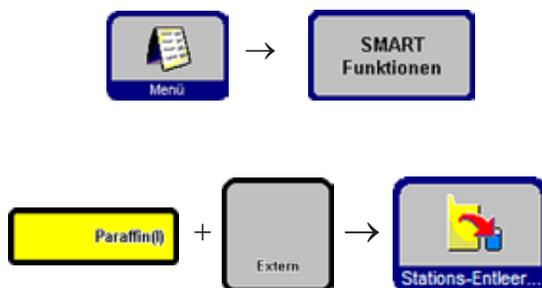

Abb. 56
- Den zu leerenden Paraffinbehälter und den Aufnahmebehälter (Extern, Abb. 56) auswählen. Dann die Taste **STATIONS-ENTLEER...** drücken.